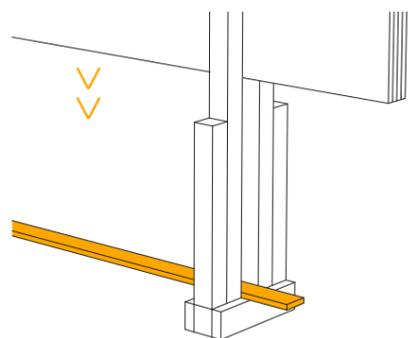
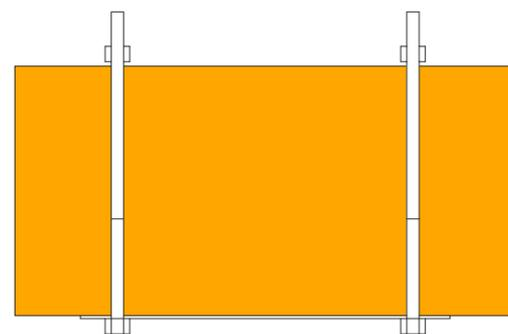

fig. 3
fig. 4
onde evitare macchie antiestetiche sul lato nobile della lastra (fig. 2). È opportuno inoltre l'impiego di una tavola di legno sopra i piedi della struttura sulla quale verrà collocato il carico, per tutelare il materiale durante il sollevamento del bundle (fig. 3). Con l'obiettivo di salvaguardare le lastre durante le fasi di movimentazione con catene, è infine preferibile avvalersi di 2 tavole in legno a protezione della superficie (fig. 4).
- Cappuccio termoretraibile di copertura (fig. 4).